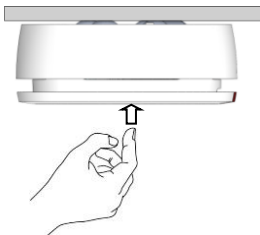

Figura 12
1. Premere il coperchio energicamente (vedi Figura 12). Se il rivelatore funziona correttamente, verrà attivato un allarme incendio (vedi Indicatori Acustici e Ottici) e un evento di allarme verrà trasmesso al sistema ricevente.